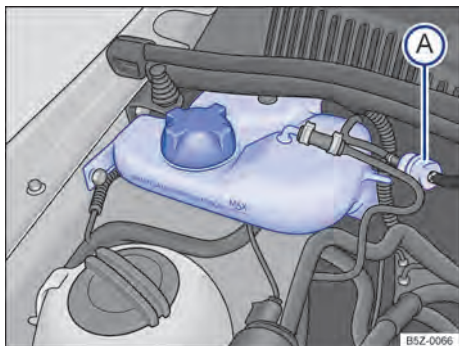
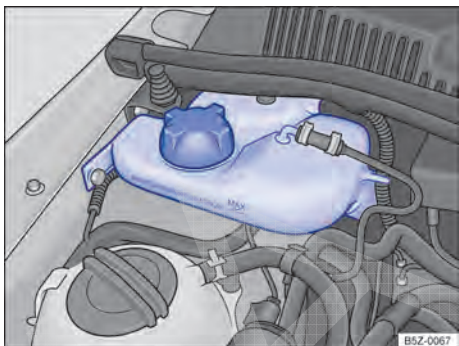

Fig. 132 No compartimento do motor: reservatório de gasolina para o sistema de partida a frio para motores 1.0.
Fig. 133 No compartimento do motor: reservatório de gasolina para o sistema de partida a frio para motores 1.6.
O reservatório de gasolina do sistema de partida a frio encontra-se no compartimento do motor, no lado direito ⇒ Fig. 132 ou ⇒ Fig. 133.
Para os veículos com motor 1.0, o filtro do reservatório de gasolina do sistema de partida a frio ⇒ Fig. 132 (A) deve ser trocado de acordo com os intervalos de manutenção indicados no ⇒ caderno *Manutenção e garantia*.
- Nunca ultrapassar a marca “MAX” indicada no reservatório ⇒ Fig. 132 ou ⇒ Fig. 133.